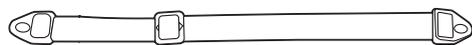

Рис. 5
1. Возьмитесь рукой за нижнюю часть экрана, движением от себя до щелчка снимите экран с фиксаторов (рис. 5).